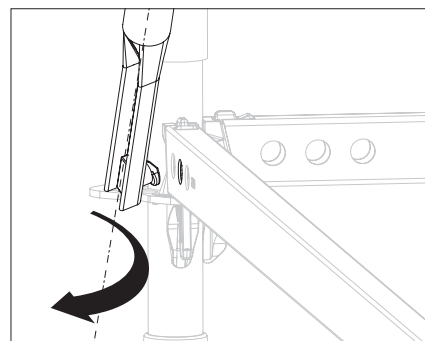

Fig. A4.07b
2. Avvitare il nodo di aggancio nel foro del corrente orizzontale (**14a**) inferiore. (Fig. A4.07b)